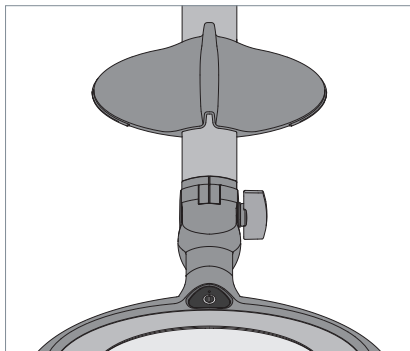

Fig. 4: Almacenamiento de la cubierta de la lente.
- ▶ Sujete la cubierta de la lente a la varilla de la luminaria, véase Fig. 4.